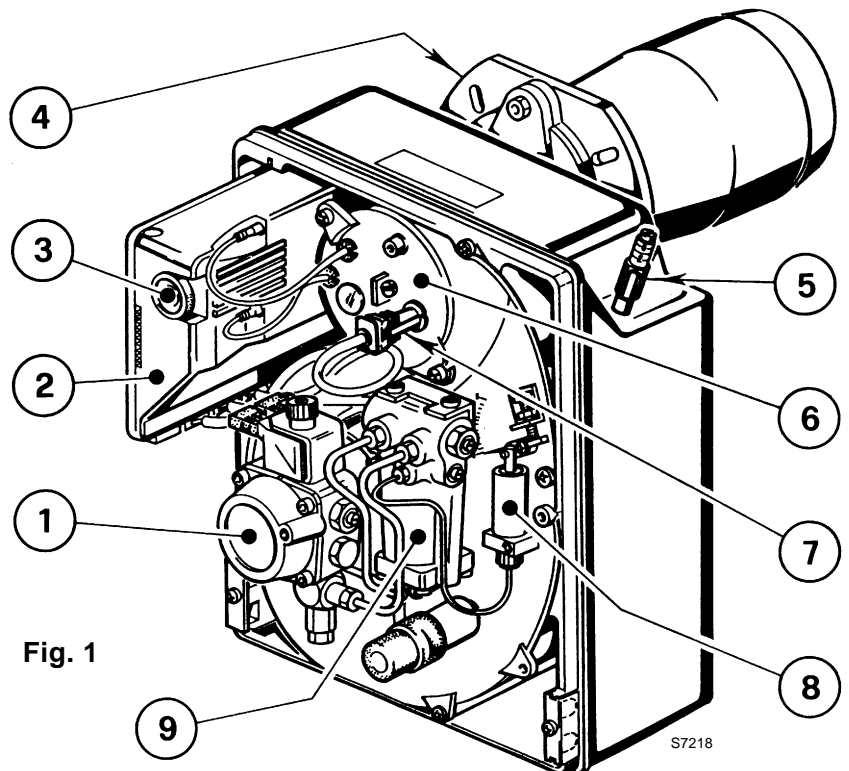

Fig. 1
B Wird durch die Kontrolllampe am Steuer- und Überwachungsgerät signalisiert (3, Abb. 1, S. 1).
- Die Reinigung des Photowiderstandes ausführen, (7, Abb. 1, Seite 1).
In den meisten Fällen führt eine Störung zum Aufleuchten der Kontrolleuchte in der Entstörtaste des Steuergeräts (3, Abb. 1, S. 1).